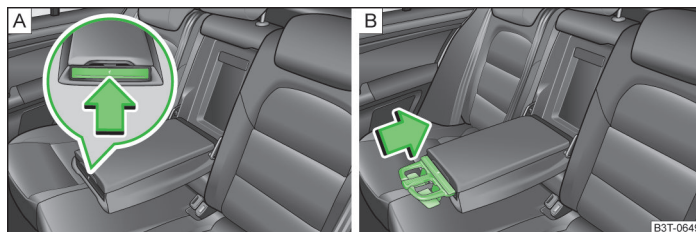

Fig. 69 Cotiera spate: Scoaterea suportului pentru pahare / Introducerea suportului pentru pahare
- Apăsați pe partea frontală a cotierei în sensul săgeții » fig. 69 - , suportul de pahare iese în exterior.
- Pentru a reintroduce suportul de pahare, apăsați pe partea centrală a suportului » fig. 69 - și introduceți-l în cotieră, în sensul săgeții.